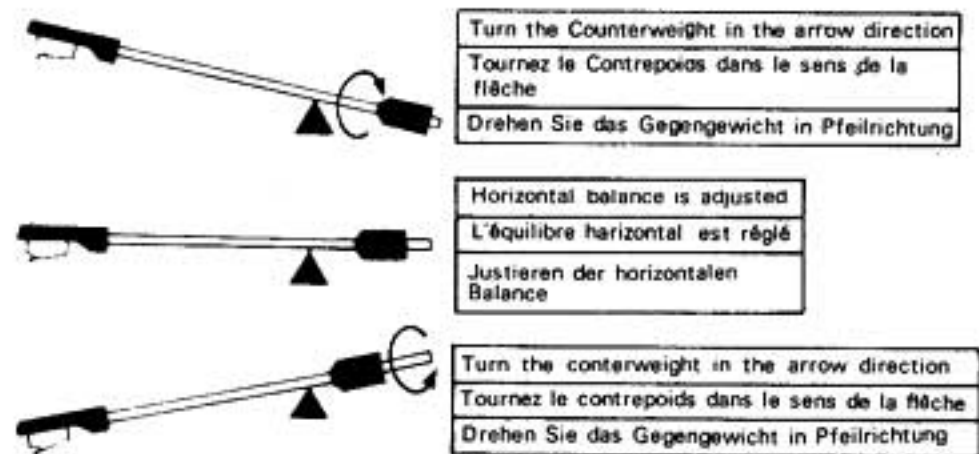

Fig. 16 Abb. 16
- ① Turn on (■) the power switch. Press the lifter button to lower the arm.
- ② Turn the anti-skating knob and bring the "0" setting to the pointer line.
- ③ Remove the tonearm from the arm rest. Turn the counterweight backwards and forwards until the tonearm is balanced horizontally as shown in Fig. 16 when you remove your hand.
- ① Mettez en marche (■) l'interrupteur général. Appuyez sur le bouton de levage pour faire descendre le lève-bras.
- ② Tournez le bouton correcteur de force centripète et placez l'indication "0" sur la ligne de repère.
- ③ Enlevez le bras de lecture de son support. Tournez le contrepoids dans l'un ou l'autre sens, de façon que le bras de lecture soit équilibré horizontalement, comme le montre la Fig. 16, en enlevant votre main.
- ① Betätigen Sie den Netzschalter (■). Drücken Sie die Tonarm-Lift-Taste zum Senken des Tonarm-Lifts.
- ② Drehen Sie die Antiskating-Einrichtung so, daß die 0-Marke mit der Bezugslinie übereinstimmt.
- ③ Nehmen Sie den Tonarm von der Tonarmstütze. Verdrehen Sie das Gegengewicht so, daß sich der Tonarm, wie in Abb. 16 gezeigt, in einer horizontalen Lage einpendelt und freischwebend ausbalanciert.